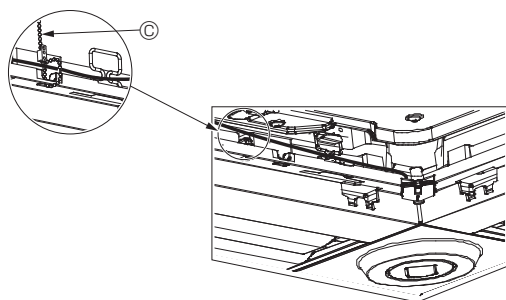

Fig. 10-12
- Sujete los cables del sensor i-See y del receptor de señales en el panel con el remache de la forma mostrada en el diagrama procurando que queden tensos, y luego corte el sobrante en el extremo del remache. (Fig. 10-12)
- Si la posición del sensor i-See ha cambiado de "o" (E) a "□" (F), cambie los ajustes de función. (Véase la página 79.)